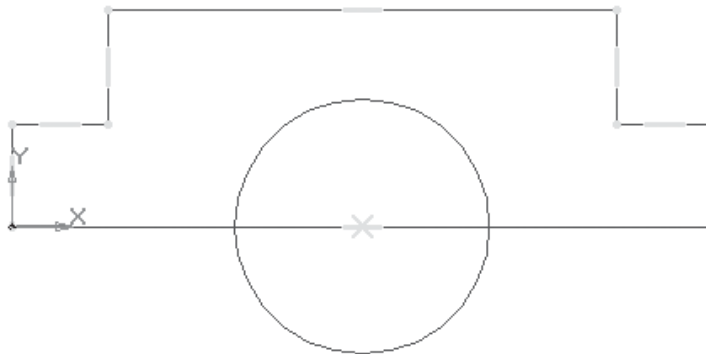

Рис. 11.25
- Постройте окружность радиусом **20 мм** (рис. 11.25).